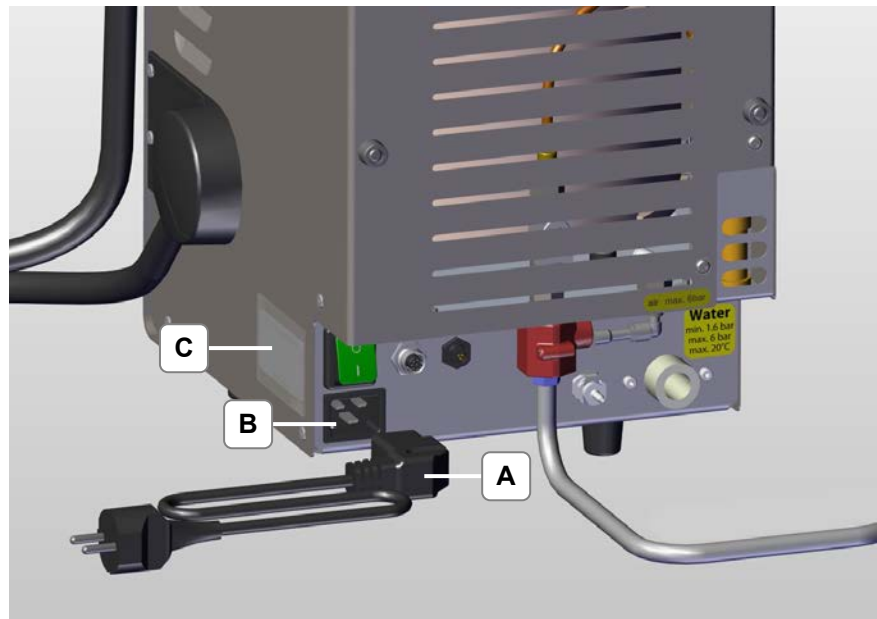

Bild 4.1.1: Netzkabel
<p>Montage Netzstecker</p> <ul style="list-style-type: none"> • Die technischen Angaben des Typenschildes (Bild 4.1.1-C) beachten! Stellen Sie sicher, dass die Steckdose, dieselbe Spannung hat, wie auf dem Typenschild angegeben ist. • Die Steckdose des Netzkabels muss gut zugänglich sein. In Notfällen den Netzstecker aus der Steckdose ziehen! • Prüfen Sie das Netzkabel auf Beschädigung, bevor Sie es benutzen. Ein beschädigtes Netzkabel darf nicht verwendet werden!
1. Schließen Sie das Netzkabel (Bild 4.1.1-A) in den Anschluss (Bild 4.1.1-B) an.